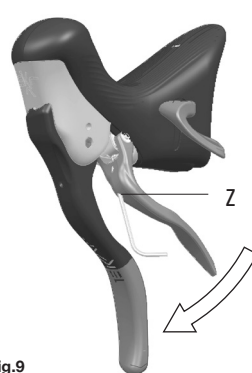
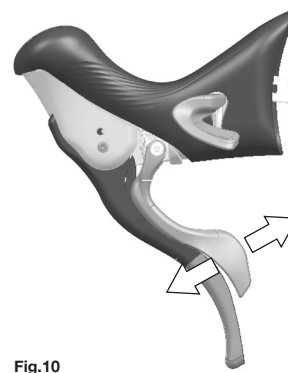

Fig.9
Fig.10
La posizione della leva esterna, più o meno vicina alla leva del freno, è impostabile agendo sul grano presente all'interno del foro Z (**Fig.9 / Fig. 10**). La corretta posizione della leva esterna deve essere tale che la leva sfiori, ma non tocchi, il gommino presente sulla leva del freno.
- Ruotate la chiave a brugola in verso orario (**Fig.9**) se dovete allontanare la leva dalla leva del freno (**Fig. 10**) oppure in verso antiorario se dovete avvicinare la leva.